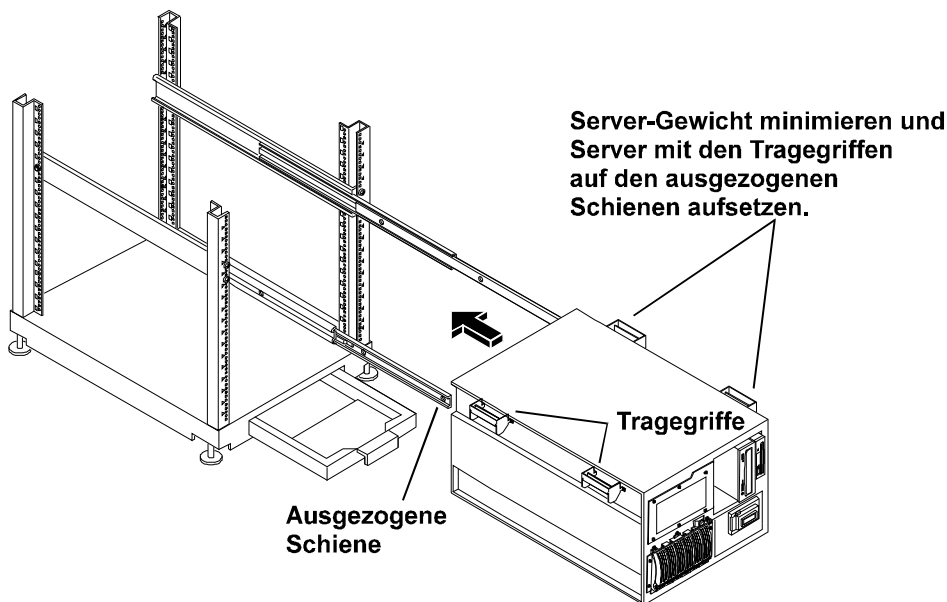

Abbildung 8-13. Anheben des Servers und Positionieren der Haltegriffe auf den ausgezogenen Schienen
3. Treffen Sie die Vorbereitungen, um den Server in das Gestell zu heben. Ziehen Sie hierfür die Kippsicherung auf der Gestellvorderseite heraus. Bauen Sie dann die Stromversorgungsmodule aus dem Server aus, um so das Tragengewicht zu reduzieren (siehe Abbildung 8-13).